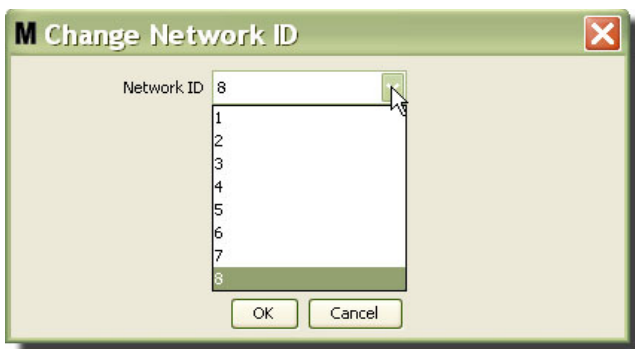

FIG. 85
3. Del menú desplegable de números de ID de red disponibles, seleccione los números de ID de red asignados a su ubicación (FIG. 85). Haga clic en Aceptar para cerrar la pantalla y guardar los cambios.